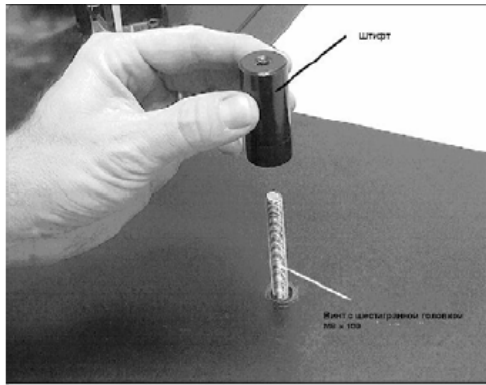

Рисунок 2
3. Поместите штифт, поверхностью с большим отверстием вниз, поверх винта с шестигранной головкой и навинтите его на винт с шестигранной головкой. Смотрите Рисунок 2.